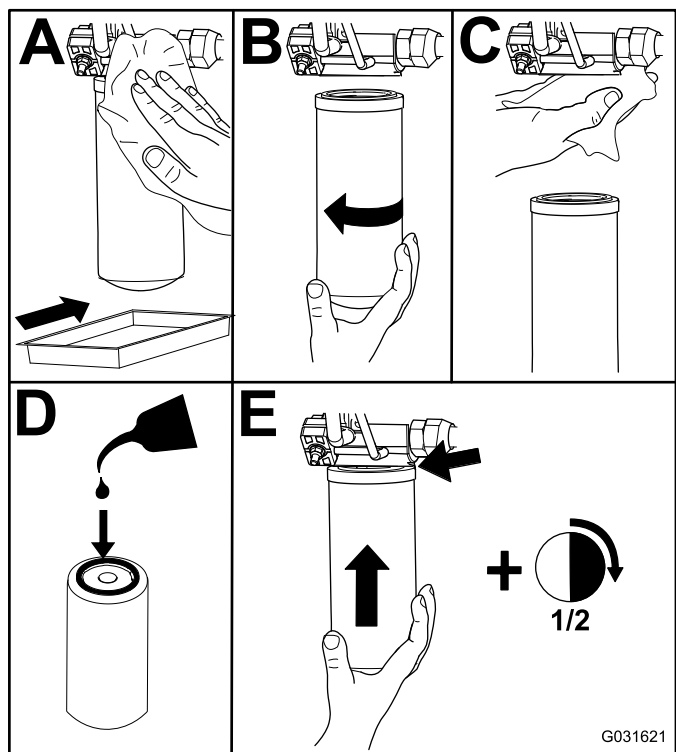

Figura 118
2. Substitua os filtros hidráulicos (Figura 118).